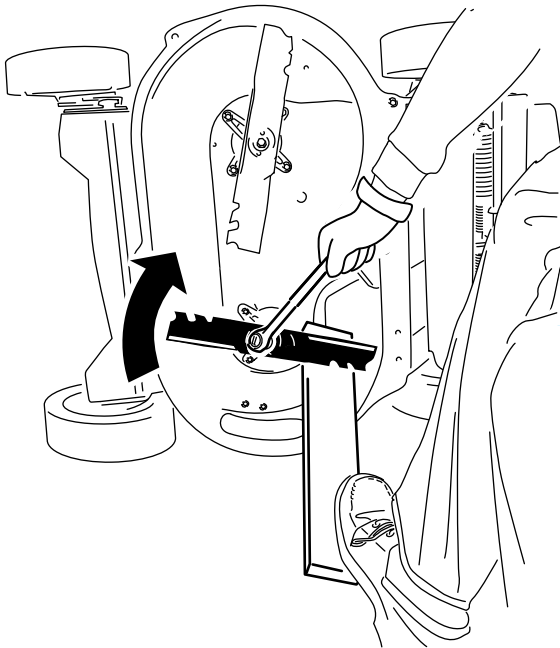

Figure 34
2. Immobilisez chaque lame à l'aide d'une planche et tournez le boulon de lame dans le sens horaire au moyen d'une clé dynamométrique comme montré à la Figure 34; serrez chaque boulon de lame à 82 N·m (60 pi-lb).